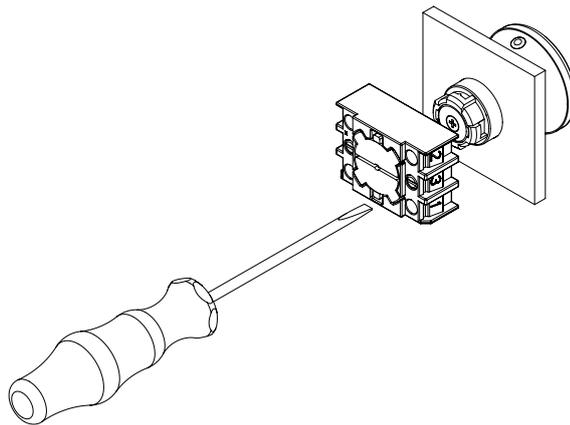

Fig.1
1. Montagem de elementos de controlo e flange de montagem apertando os parafusos do flange de montagem com uma chave de fendas do tamanho 2 (ver a fig. 1).
1. Montagem de elementos de controlo e flange de montagem apertando os parafusos do flange de montagem com uma chave de fendas do tamanho 2 (ver secção 3.1, a fig. 1).